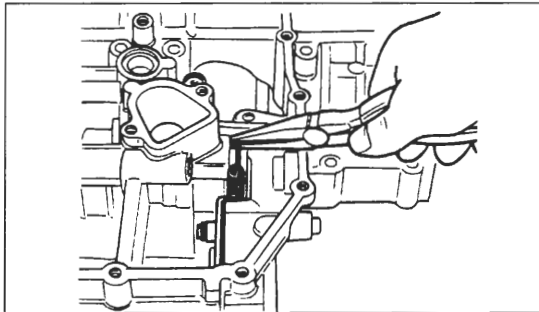

Bild 271
- Feder der Schaltwalzen-Arretierung mit Spitzzange ausklinken (Bild 271).